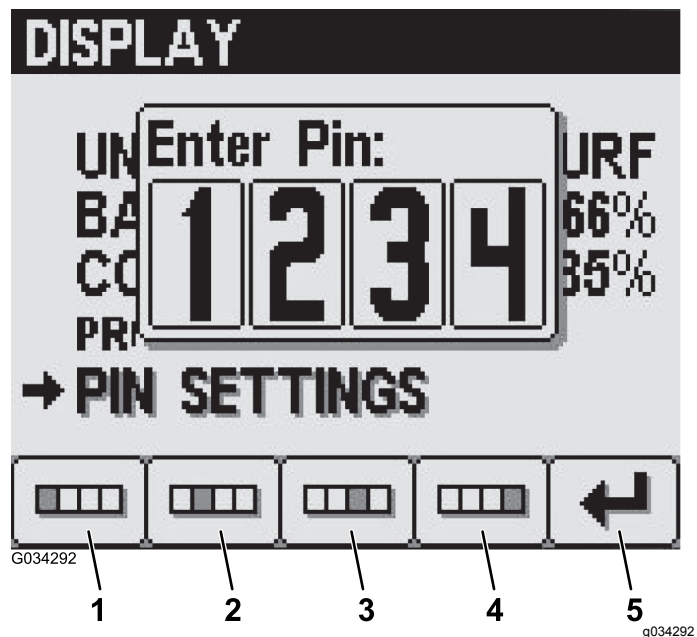

Figura 25
2. Introduzca su PIN con los botones 1 a 4 y pulse el botón 5 cuando haya finalizado el PIN (Figura 25).
4. Introduzca su PIN anterior con los botones 1 a 4 y pulse el botón 5 cuando haya finalizado el PIN (Figura 25).